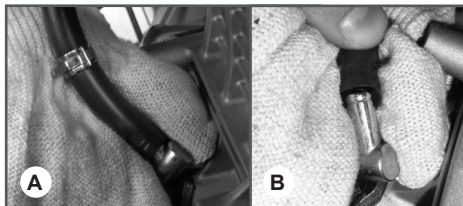

Рис. 9 Снятие топливного шланга
3. Подложите под топливный шланг кусок ветоши (Рис. 9А). После этого частично снимите топливный шланг с входного штуцера топливного насоса и оставьте небольшое отверстие для выхода воздуха из топливного шланга (Рис. 9В).